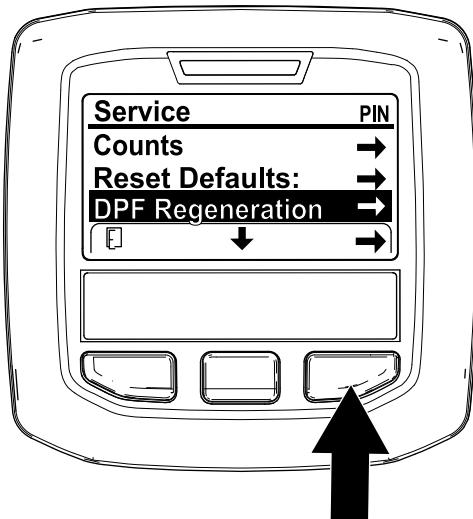

Figura 23
- Accedete al menu Manutenzione (Service) e premete il pulsante centrale per scorrere il menu verso il basso fino all'opzione DPF REGENERATION (Figura 23).
- Premete il pulsante destro per selezionare la voce DPF Regeneration (Figura 23).